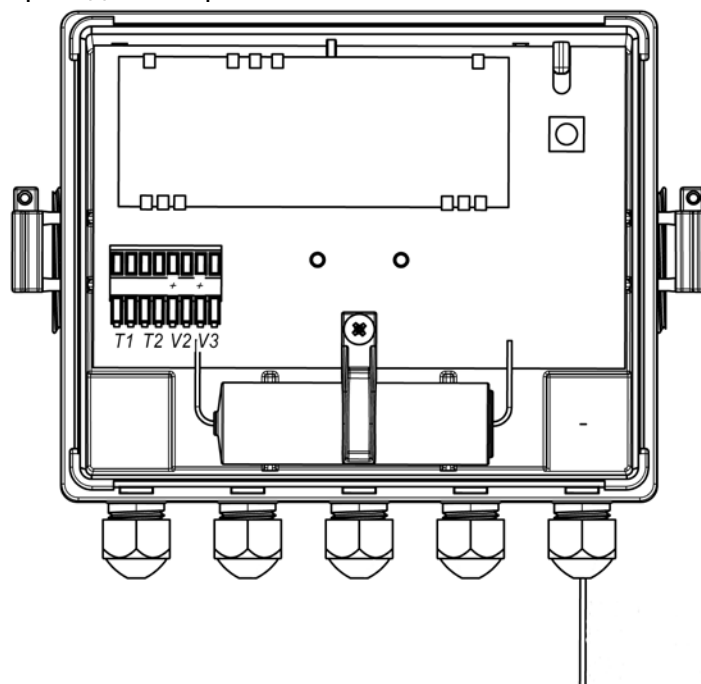

рис. 6.1
**6.5.1** Схема расположения размещения клеммных колодок и других элементов на плате под передней крышкой приведена на рис. 6.1.